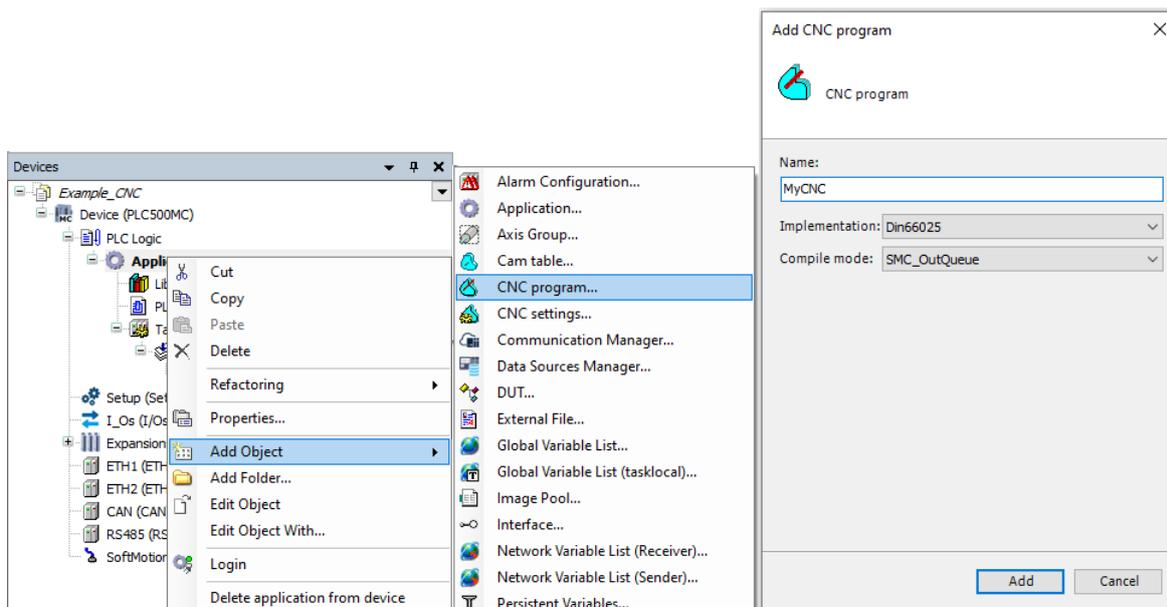

Figura 5.20: Crear programa CNC.
- En la caja de diálogo abierta, configúrela como es presentado en la Figura 5.20.